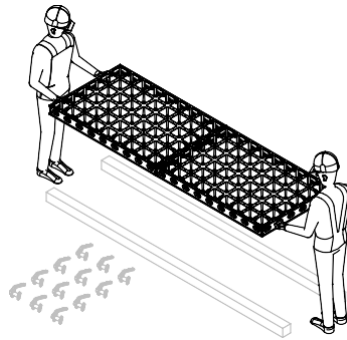

Fig. B1.12
3. Поставете още 2 елемента до вече свързаните и ги свържете по дългата страна със съединителя DUO (20). (Fig. B1.12 + B1.13)